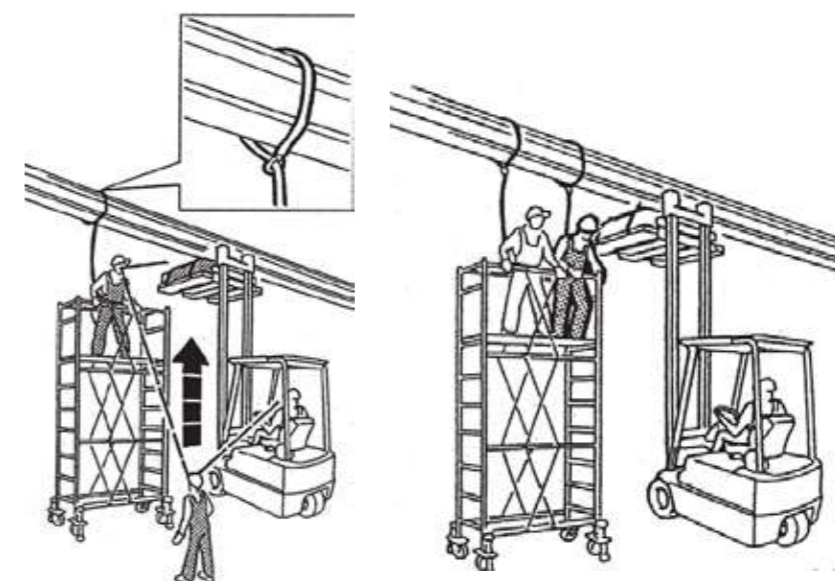

fig.133
- ▶ A questo punto uno dei due installatori sale sul trabattello e si assicura ad un punto stabile con la fune di sicurezza NON AL TRABATTELLO. L'altro operatore rimane in comunicazione con l'installatore sul trabattello e dà istruzioni al carrellista per l'operazione di avvicinamento. (fig.133)
- ▶ Terminato il posizionamento, il secondo installatore sale sul trabattello e si assicura ad un punto stabile, NON AL TRABATTELLO. (fig.133)